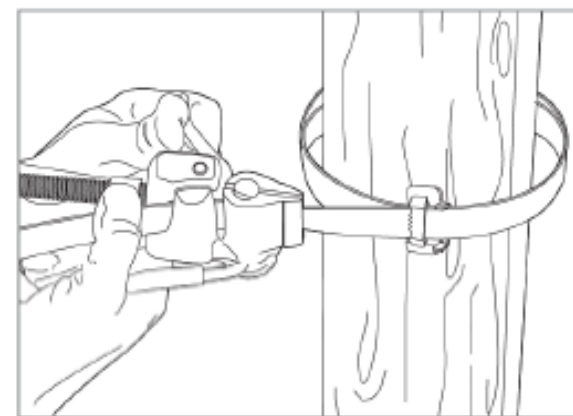

Рисунок 9
**Член бригады** делает оборот лентой вокруг опоры одновременно заводя ленту в специальные отверстия (рисунок 7) крюка КМ-1800. Свободный конец ленты, пропускает через скрепу, вложив снова в отверстие инструмента (паз головки). (рисунок 9) Рукоятка ножа в данный момент должна быть прижата к корпусу инструмента.